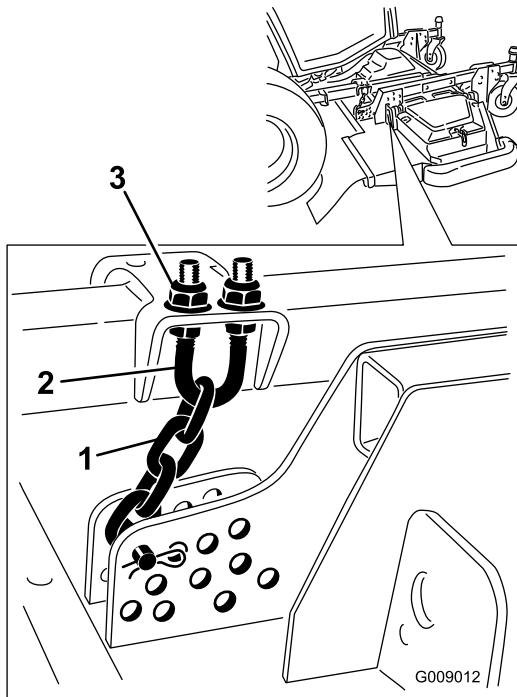

Bild 91
5. Lockern Sie die Klemmmuttern an der Ober- oder Unterseite des U-Bügels an der Schnitthöhenkette (Bild 91).